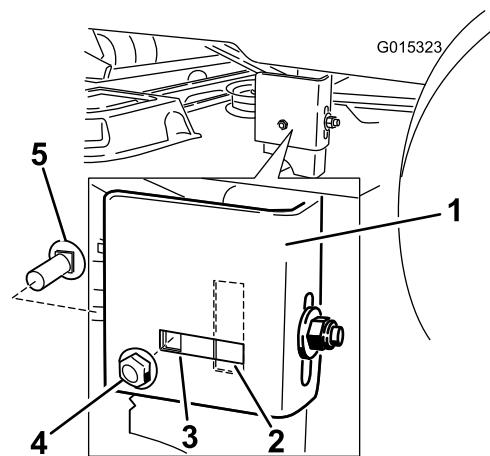

Figure 49
7. Passez au côté gauche de la machine. Retirez le boulon de carrosserie et l'écrou de blocage latéraux de la position fixe et placez-les dans la position allongée arrière (Figure 49). Ne serrez pas complètement l'écrou de blocage.
8. Desserrez l'écrou de blocage arrière sur le support jusqu'à ce qu'il soit possible d'ajuster le support (Figure 49).